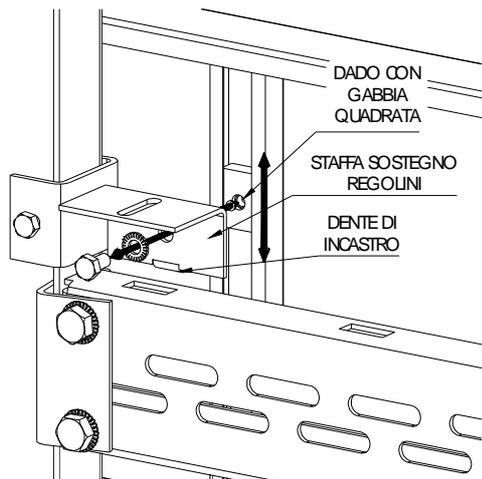

Fig. 21.1
- ✓ Posizionare la staffa di sostegno dei regolini orizzontali in corrispondenza del dado in gabbia quadrata presente sulla canalina verticale dell'inquadratura. Incastrare il dentino di riferimento all'interno della concavità della canalina (Fig.21.1)